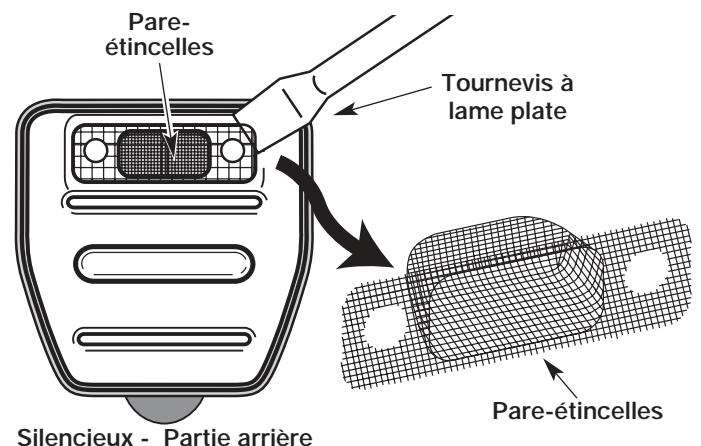

Figure 42
4. Soulevez soigneusement le pare-étincelles de son trou à l'aide d'un petit tournevis à lame plate (Fig. 42). Retirez le pare-étincelles du silencieux.
5. Nettoyez le pare-étincelles à l'aide d'une brosse métallique. Remplacez-le s'il est endommagé ou si vous n'arrivez pas à le nettoyer complètement (Fig. 42).